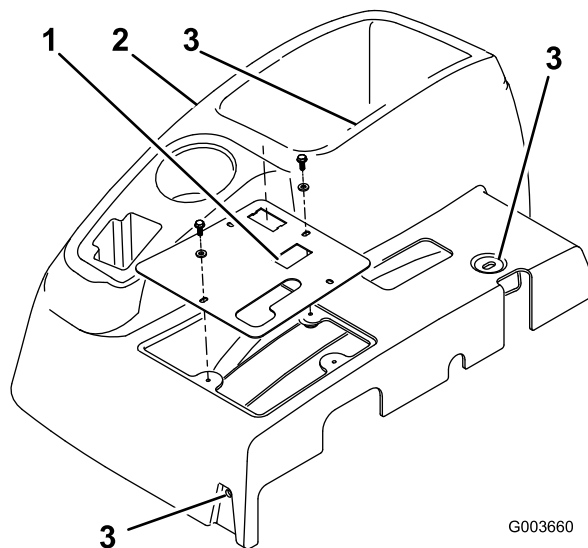

Figura 1
3. Rimuovete le 4 rondelle e i bulloni di fissaggio del quadro di comando sulla consolle (Figura 1).
5. Rimuovete il quadro di comando (Figura 1).
6. Rimuovete i 3 bulloni di fissaggio della consolle al telaio (Figura 1). Rimuovete la consolle sollevando delicatamente il bordo inferiore della consolle attorno alla staffa di supporto e facendola scorrere verso l'alto oltre la maniglia del freno.